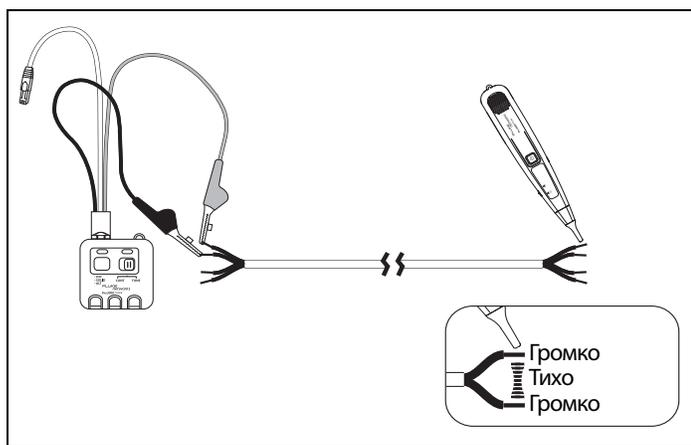

Рис.4. Трассировка пар
- 2 Медленно перемещайте наконечник детектора под прямым углом к проводам (Рис. 4). Если тональный сигнал имеет ВЫСОКУЮ громкость над первым проводом, НИЗКУЮ громкость посередине между двумя проводами и ВЫСОКУЮ громкость над вторым проводом, это указывает на целевую пару.
Порядок использования функции SmartTone (Рис. 4)